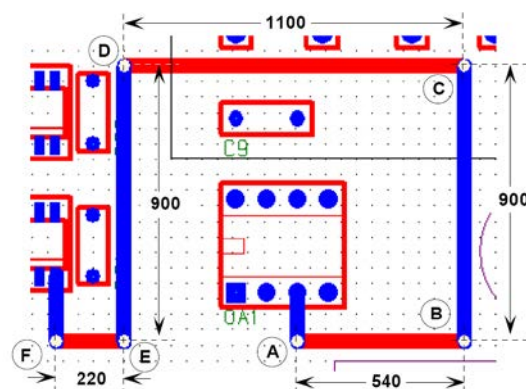

Рис. 10. Конфигурация прокладываемого вручную проводника.
7. Переместим курсор вертикально вниз в точку A (рис. 10) с координатами X3560 Y960 и выполним щелчок левой кнопкой мыши.
11. Переместим курсор горизонтально вправо в точку В (рис. 10), отслеживая относительные координаты в строке состояния, и выполним щелчок левой кнопки мыши.